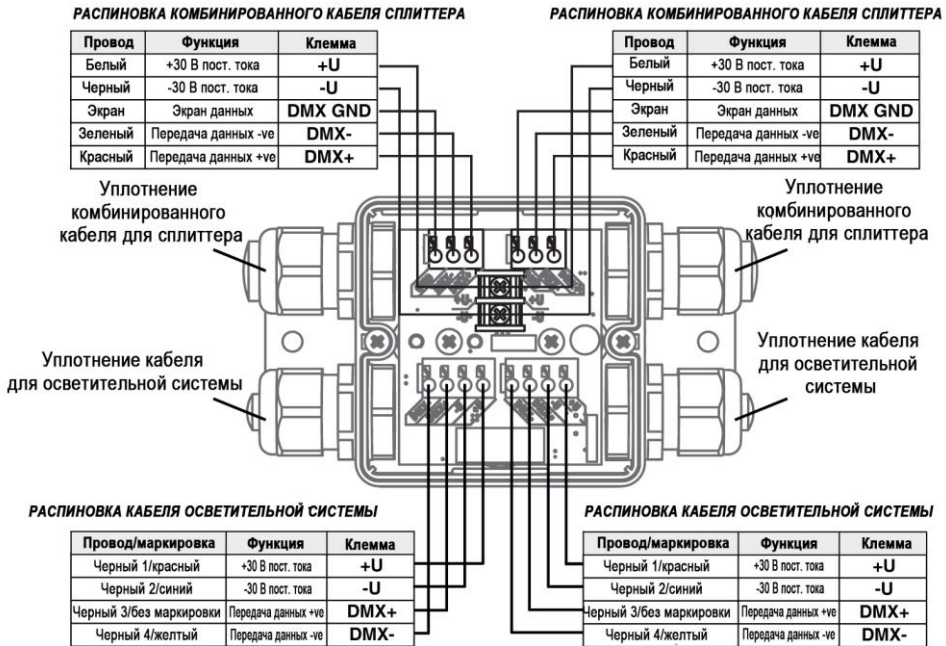

Рис. 22. Распиновка кабеля в сплиттере.
4. См. Рис. 22. Подключите провода комбинированного кабеля сплиттера к каждой клемме комбинированного кабеля в сплиттере следующим образом: